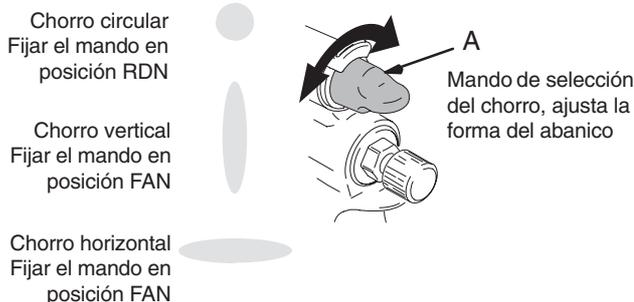

Fig. 7
El mando de selección del chorro (A) determina la forma del chorro de pulverización. Para crear un chorro circular, fije el mando de ajuste del chorro (A) en la posición RND. Para crear un abanico, fije el mando (A) en la posición FAN. Consulte la Fig. 7.